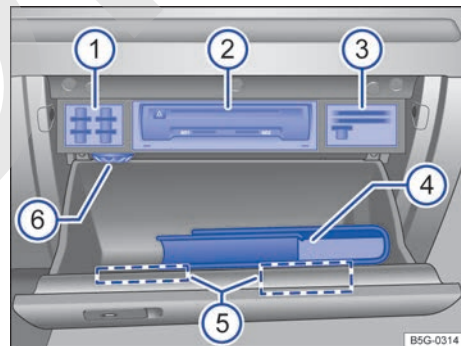

Fig. 116 Guantera abierta.
Leyenda de la fig. 116:
En la parte superior y en la tapa de la guantera puede haber unos soportes para tarjetas de memoria, tarjetas de plástico y monedas, así como un alojamiento para un estuche para gafas ⇒ fig. 116 (1), (3) y (5).